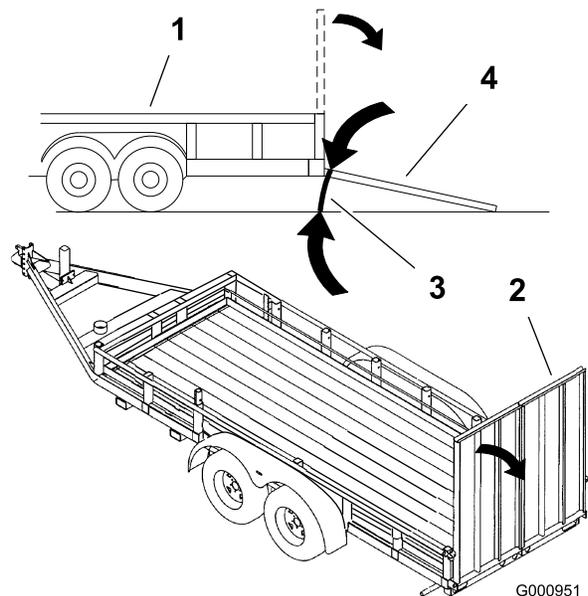

Figura 55
- Se recomienda el uso de una sola rampa lo suficientemente ancha como para sobresalir a cada lado de las ruedas traseras, en lugar de rampas individuales para cada lado de la máquina (Figura 55). Cuando está bajada y bloqueada, la plataforma debe extenderse hacia atrás entre las ruedas traseras, y sirve de tope para evitar vuelcos hacia atrás. Una rampa ancha proporciona una superficie de apoyo para la plataforma si la máquina empieza a volcarse hacia atrás. Con la plataforma elevada, queda sitio para desplazarse detrás de la máquina en una rampa ancha.
- La rampa debe tener una longitud suficiente, de manera que el ángulo no supere los 15 grados (Figura 55). Un ángulo mayor puede hacer que el chasis se enganche cuando la máquina se desplaza desde la rampa al remolque o camión. Un ángulo mayor puede hacer también que la máquina vuelque hacia atrás. Si se carga en o cerca de una pendiente, coloque el remolque o el camión de tal forma que esté pendiente abajo, con la rampa extendida pendiente arriba. Esto minimiza el ángulo de la rampa. El remolque o el camión debe estar lo más horizontal posible.
7. Utilice los puntos de amarre de la máquina para sujetar la máquina firmemente al remolque o al camión con correas, cadenas, cables o cuerdas (Figura 55).